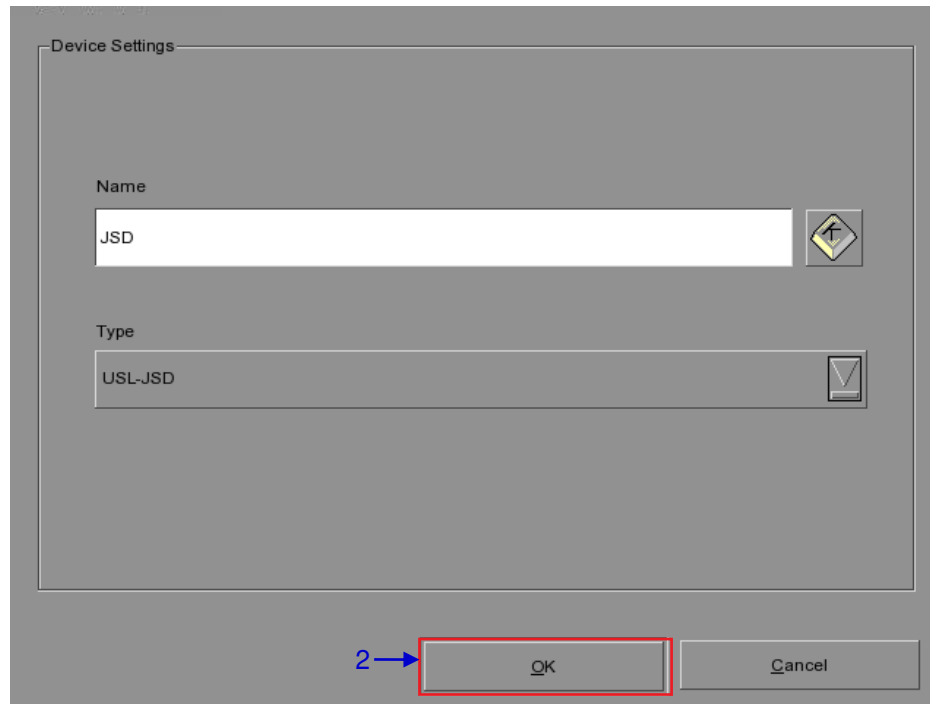

Figura 75 Configuración del dispositivo de automatización USL JSD.
1. Haga clic en el botón [Add] (Añadir) en la pestaña [Devices] (Dispositivos) e introduzca el nombre del dispositivo. En este caso es "JSD". Establezca el tipo de dispositivo como "USL-JSD" (consulte la Figura 75).